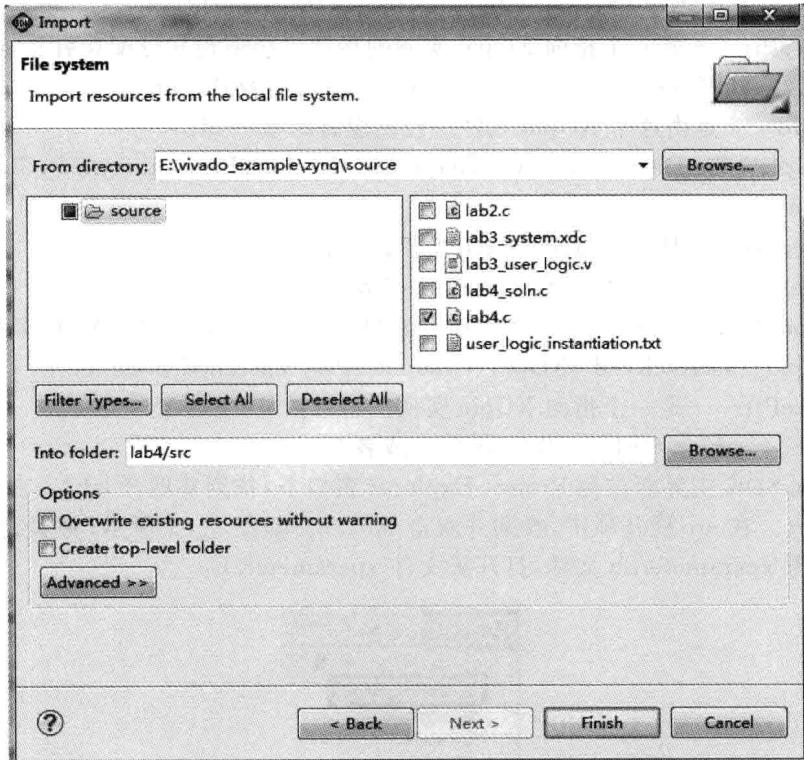

图 4.79 导入 lab4.c 文件
- (11) 出现 New Project-Application Project 对话框界面。按下面参数设置：
- ① Project name: lab4；
- ② 选中 Use existing 前面的复选框。
- (12) 单击 Next 按钮。
- (13) 出现 New Project-Templates 对话框界面。在 Available Templates 下选择 Empty Application。
- (14) 单击 Finish 按钮。
- (15) 在 SDK 主界面下，找到并展开 lab4。在展开项中，找到 src 子目录。选中 src，单击右键，出现浮动菜单。在浮动菜单内，选择 Import。
- (16) 出现 Import 对话框界面。在该界面中，展开 General。在展开项中，找到并选中 File System。
- (17) 单击 Next 按钮。
- (18) 出现 Import 对话框界面。在该界面内,单击 **Browse...** 按钮。定位到 E:\vivado\_example\zynq\source
- (19) 如图 4.79 所示,从右侧窗口中选择 lab4.c 文件。